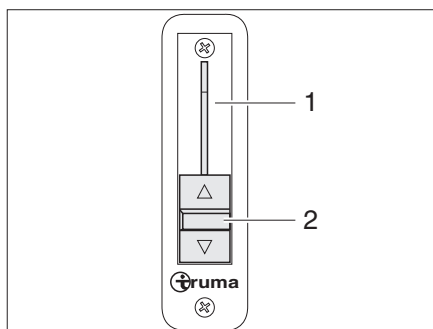

Bild 26 Kanalspär
Skjutreglaget (Bild 26,2) till kanalspärren (Bild 26,1) sitter längst till vänster på instrumentbrädan.
- Skjut ner spaken (Bild 26,2) helt. Kanalspärren är stängd.